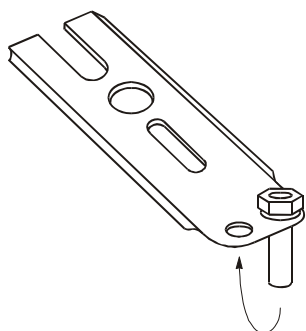

Рис. 24. Переустановка оси петли верхней по новому месту крепления
- ♦ наклонив холодильник или морозильник, открутить болты, крепящие кронштейн петли нижней к шкафу, снять петлю. Переустановить ось петли (при перенавеске двери) по новому месту крепления (рис. 24, 25). При замене двери, допускается производить демонтаж двери посредством ослабления крепления кронштейна петли без съема последней;